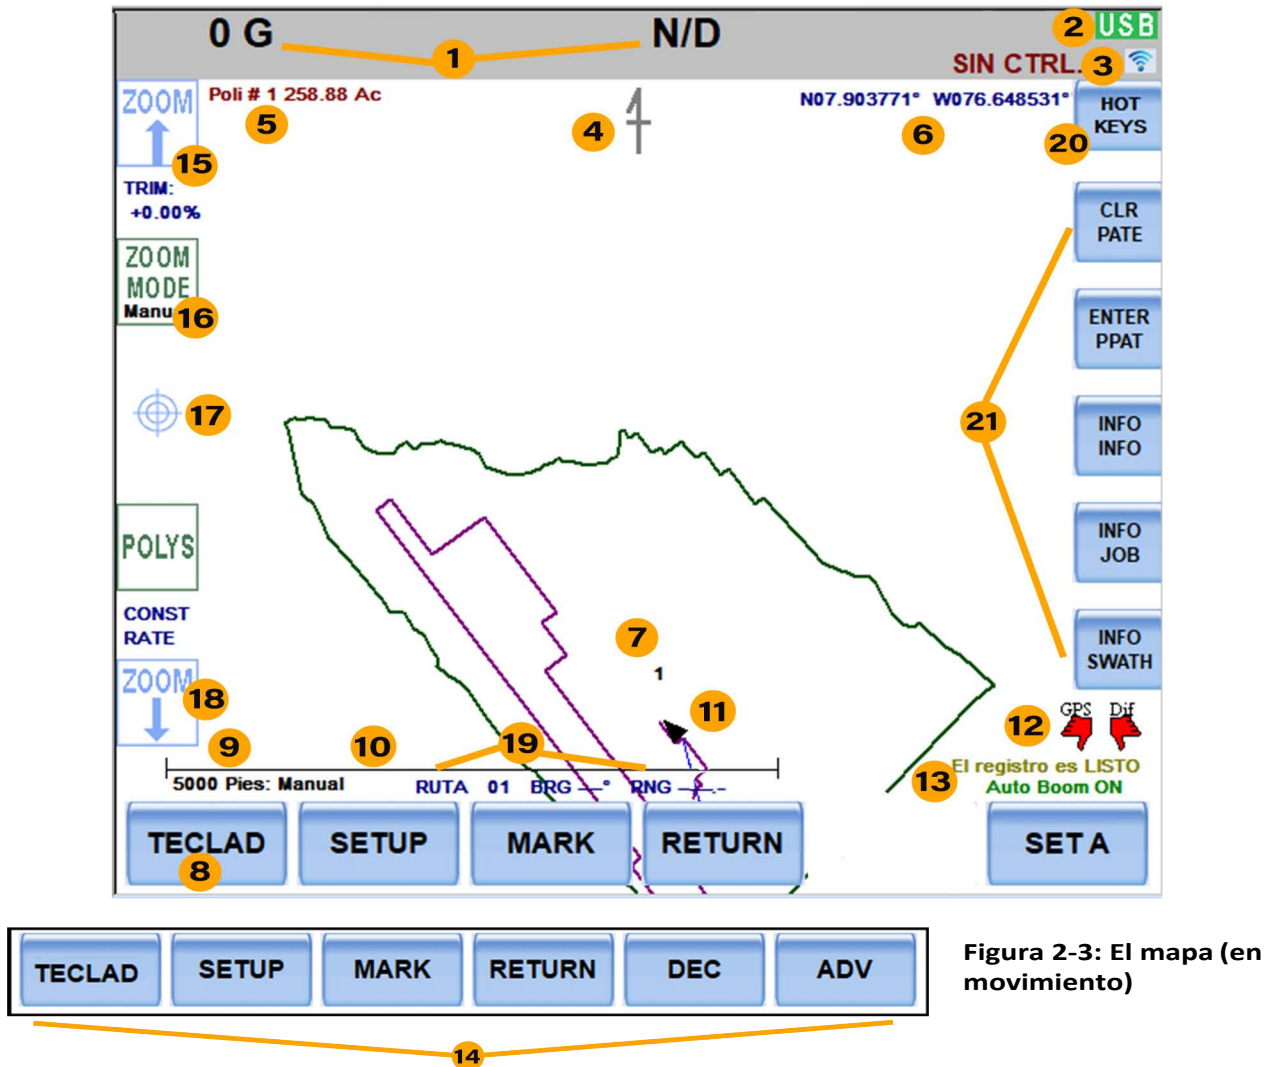

Figura 2-3: El mapa (en movimiento)
El "mapa de movimiento" (sólo "mapa" para abreviar) (Figura 2-3) muestra un mapa del campo generado por el SIG cuando usted vuela patrones para pulverizar Campos. El mapa incluye áreas para pulverizar o no pulverizar (polígonos) y cualquier marca que establezca en el campo (como la ubicación de una torre de telefonía móvil o un árbol grande). El mapa muestra información útil adicional, como el Estado del diferencial (12), su Longitud y Latitud actuales (6) y si está volando por debajo de la Velocidad de registro ("El registro está LISTO" - 13).